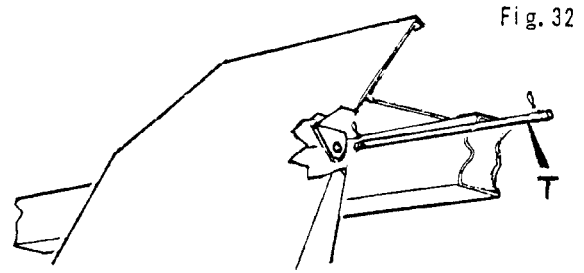

Fig. 32
- Accrocher les rampes d'accès, passer dans les crochets la tige de retenue T (fig.32) et poser les goupilles $\varnothing 2 \times 20$.